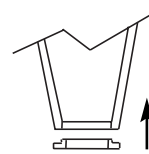

Abb. 9
- 4 - Den neuen Ring einsetzen und die genaue Passung prüfen (Abb.9).